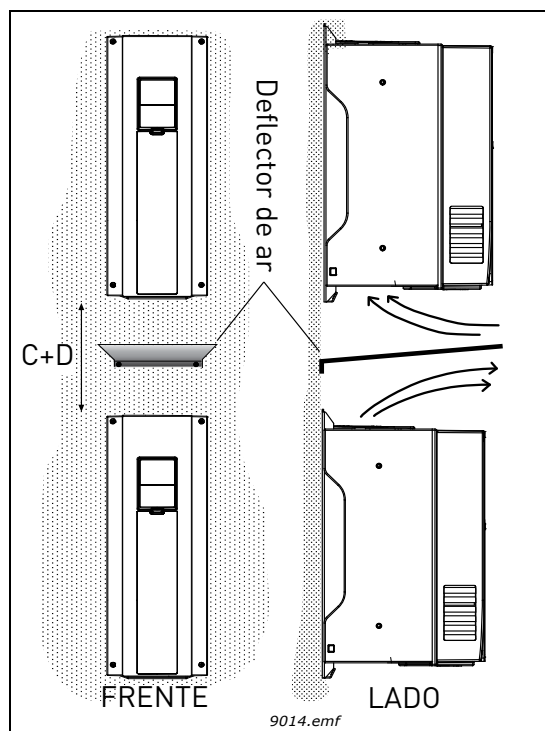

Figura 19. Espaço necessário para a instalação quando os inversores estão montados uns sobre os outros
**Tenha em atenção** que, se forem montadas várias unidades **umas sobre as outras**, o espaço livre necessário será igual a C + D (consulte a Figura 19.). Além disso, a saída do ar utilizado na refrigeração da unidade que está mais abaixo deve ser dirigido para longe da entrada de ar da unidade superior, por exemplo, através de uma placa de metal fixada na parede do armário entre os inversores, como ilustrado na Figura 19.